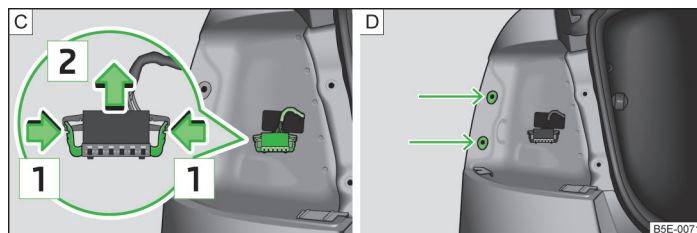

Fig. 182 Comutatorul lămpii / Montarea lămpii
- Comprimați ambele tastele de blocare în sensul săgeții **1** » fig. 182 - [C].
- Introduceți lampa vertical în locașurile din caroserie » fig. 182 - [D].